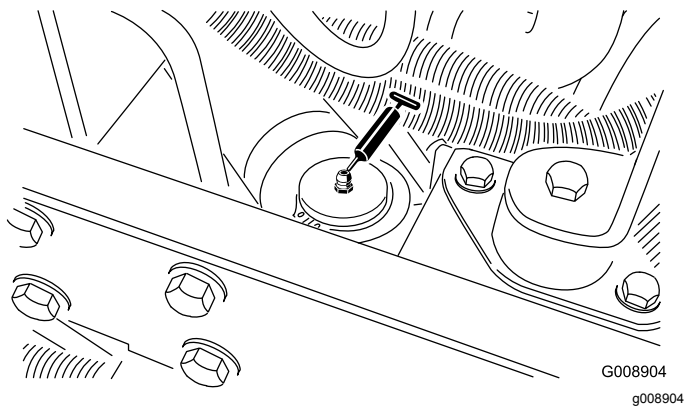

Рисунок 42
- Цилиндр рулевого механизма (Рисунок 42)